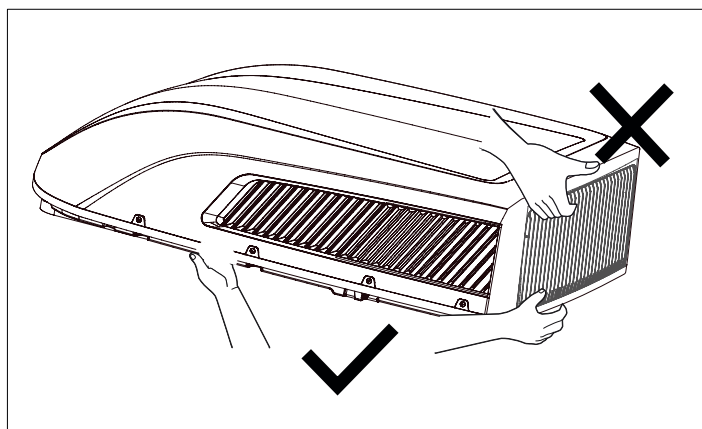

Figura 4-1
1) Cuando extraiga la unidad exterior del embalaje, no la levante por la rejilla de salida de aire situada en la parte posterior de la carcasa de la unidad exterior (Ver figura 4-1).